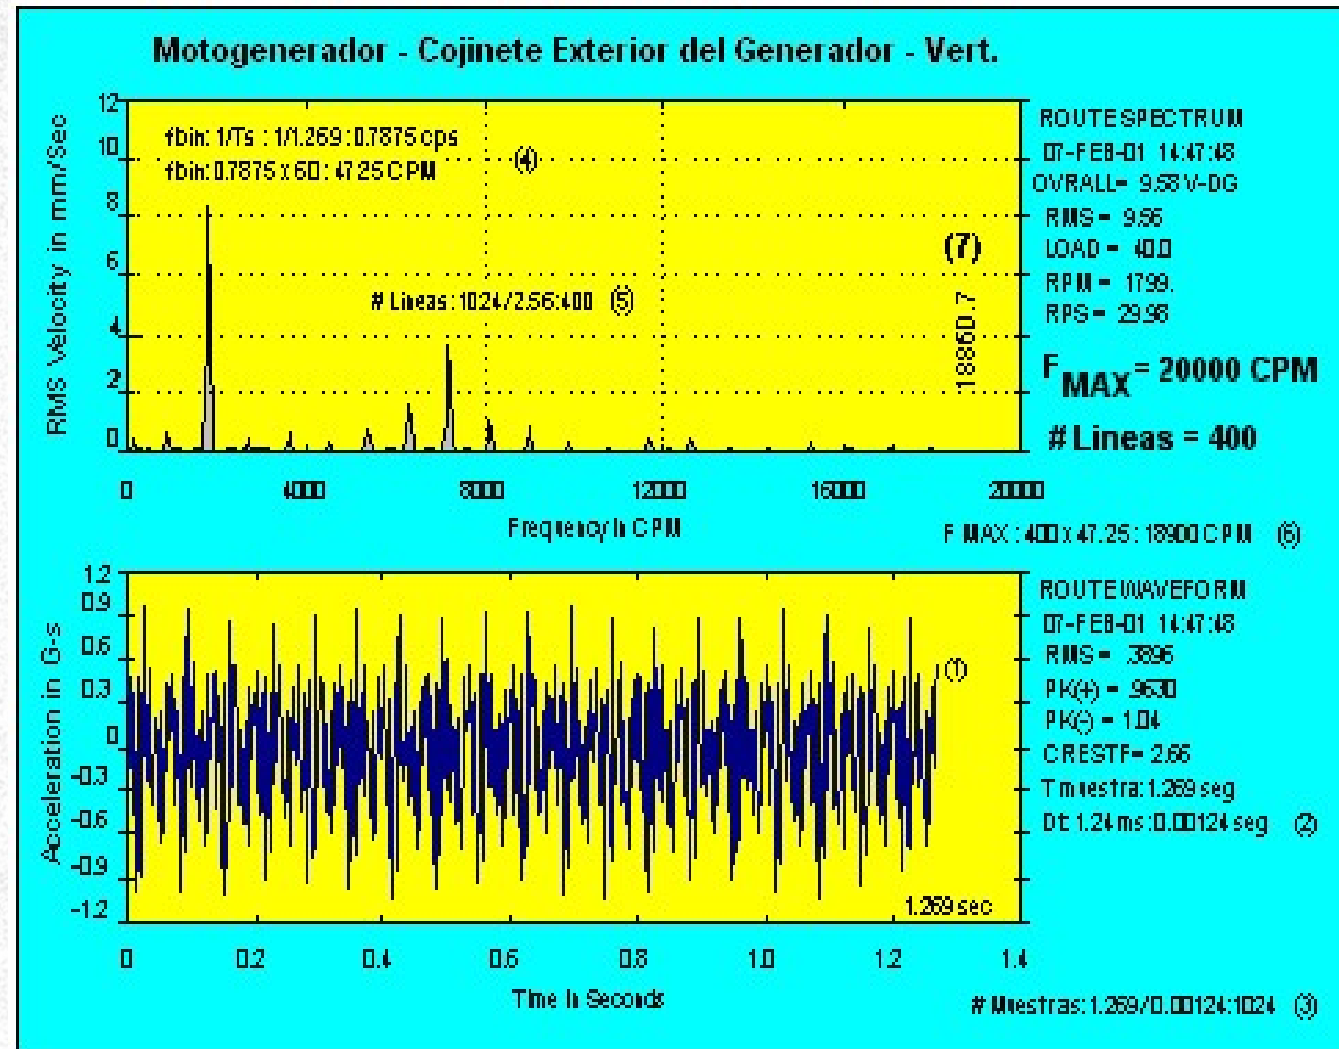

Figura 2.14 Espectro de Frecuencias FFT Procesado y Forma de la Onda Total como sale del Sensor
7. Observar en la figura 2.14 que a pesar de haber calibrado el colector en una frecuencia máxima de 20,000 CPM, el espectro muestra una frecuencia máxima real de 18,860.7 CPM